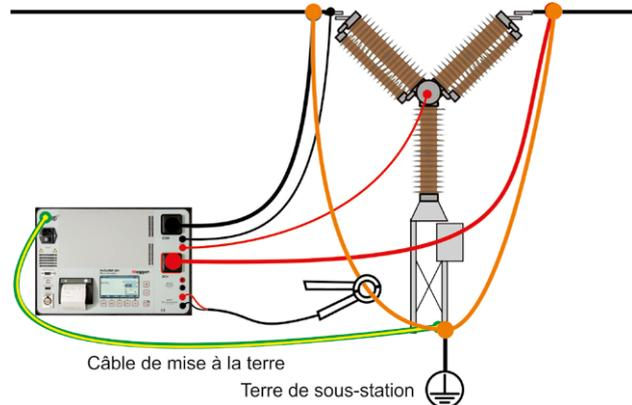

Fig. 6.1 Notez que sur le MJÖLNER 600, les sorties de courant sont en position inversée.
**Note** Les câbles de détection doivent être connectés à l'intérieur des câbles de courant. Sinon, les données de test risquent d'être incorrectes. Voir fig. 6.1.
- 6] Appliquez la pince à courant externe à l'un des câbles de mise à la terre et connectez les sorties à la « INPUT DC current clamp » (pince à courant ENTRÉE CC) sur le MJÖLNER. Voir fig. 6.1.